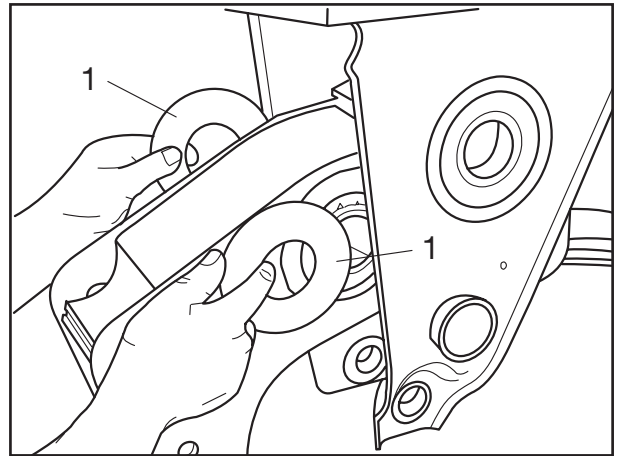

Fig. 13
- [25] Ringe (Fig. 13/1) (falls vorhanden) beidseitig mit Fett einstreichen und am Pendelarm ansetzen. Pendelarm mit Ringen (Fig. 13/1) in die Stütze einsetzen.